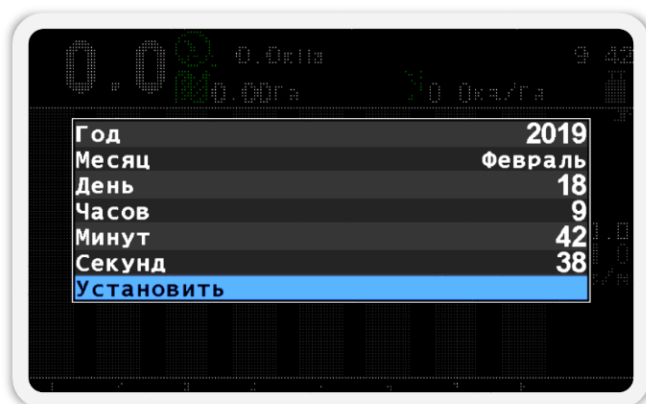

Рисунок 36 Меню "Изменить Дату/Время"
- 7.2.2.6.  **Изменить Дату/Время** - используется для перехода во вложенное меню, в котором можно установить текущие дату и время (см. Рисунок 36). В этом меню для перемещения между пунктами используйте кнопки  «Вверх» и  «Вниз». Для изменения параметра выбранного пункта меню используйте